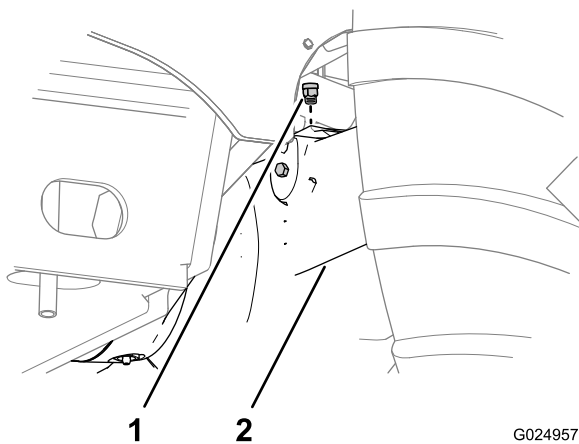
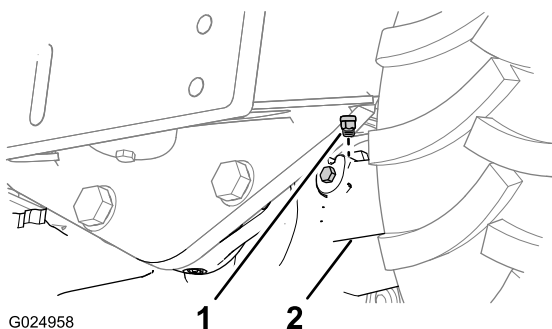

Figura 97
Figura 98
- Limpie la zona alrededor de los respiradores con un disolvente (Figura 97 y Figura 98).